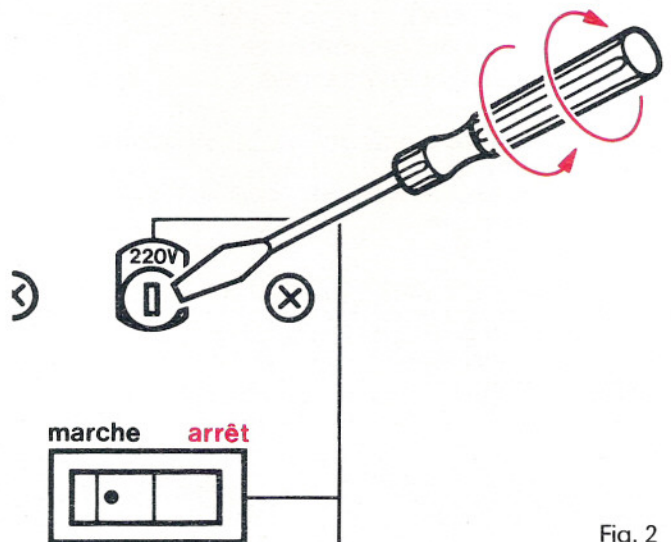

Fig. 2
**AVANT DE RACCORDER** l'appareil à une prise de courant vérifiez que la tension indiquée dans la fenêtre du sélecteur de tensions (78) corresponde à la tension secteur de votre domicile.
Dans le cas contraire, tourner le sélecteur de tensions (78) à l'aide d'un tournevis, pour faire apparaître la tension 110 V, 127 V, 220 V ou 240 V suivant le cas (fig. 2)